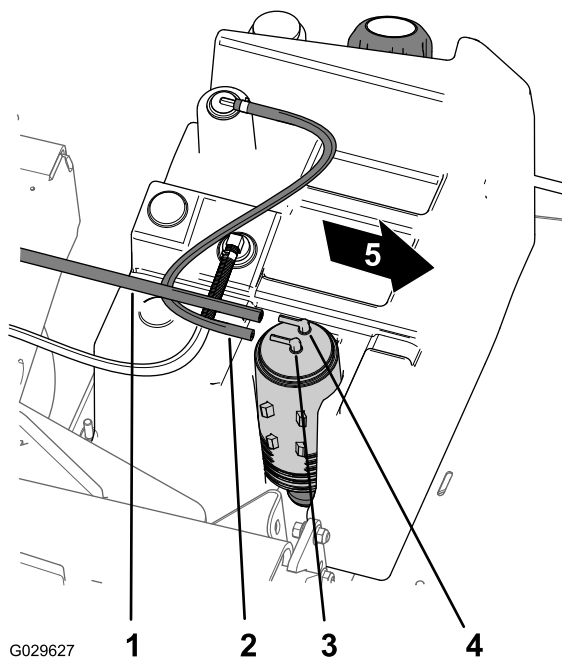

Figura 46
2. Rimuovete il flessibile del serbatoio del carburante dal raccordo sul canister a carboni attivi contrassegnato con Fuel Tank (serbatoio del carburante) (Figura 46).
1. Rimuovete il flessibile di aspirazione dal raccordo sul canister a carboni attivi contrassegnato con Purge (spurgo) (Figura 46).
8. Montate il flessibile di aspirazione sul raccordo sul canister a carboni attivi contrassegnato con **Purge** e il flessibile del serbatoio del carburante sul raccordo contrassegnato con **Fuel Tank** (Figura 46).